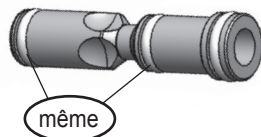

Figure 16: ensemble du Valve cylindrique
1. Tournez le **End cap** (32) ainsi que la **valve d'air** (26) dans le sens inverse des aiguilles d'une montre pour les dévisser du **corp du lanceur** (1).
3. L'ensemble de la culasse avant consiste en un **joint** (3), un **ressort** (36), ainsi qu'un **corps de culasse avant** (34). Le joint et le ressort peuvent étre enlevés de la culasse avant. Examinez le joint et le ressort, et remplacez si abîmé.
4. Utilisez une clé Allen de 1/2" sur le plat du **power tube** (23) pour le dévisser du **corps de la valve d'air** (26). Vérifiez le **joint** (24), et le **disque d'amortissement** (25) et remplacez si abîmé.
5. Pour démonter la valve d'air et le End cap, utilisez votre pouce et vos doigts pour appuyer sur la soupape et le bouchon et pousser la **goupille de la soupape** (33) hors de l'ensemble. La valve d'air se détache de l'ensemble du End cap. Le **ressort de valve** (30) devrait tomber hors de la valve d'air. Attrapez-le.
6. En utilisant votre pouce, poussez délicatement l'**ensemble du Valve cylindrique** (29) pour l'enlever du **corps de la valve d'air** (26). Il y a trois joints sur la spool valve comme indiqué en Figure 16. Deux d'entre-eux ont la référence Tippmann TA30049 et le troisième joint (le plus proche de l'ouverture où s'emboîte la spool valve) a la référence TA20003.
7. L'**ensemble du End cap** (32) ne peut pas être démonté. Vérifiez les quatre joints (deux n°30, un n°31 et un n°34). Ne remplacez que si c'est nécessaire.
1. Pour les instructions suivantes, reférez-vous à la figure 16 sur la page précédente.
3. Tournez le **sélecteur** (46) dans le sens des aiguilles d'une montre, jusqu'à ce que le pointeur soit sur la position juste après Safe. Tirez le sélecteur hors de la poignée.
4. Enlevez les **vis** de l'adaptateur d'alimentation en air (ASA) (48) en utilisant une clé Allen de 1/8". Tirez l'**ASA** (49) vers le bas pour l'enlever, en prenant garde à ne pas abîmer les joints de l'extrémité de la **ligne de gaz** (39).